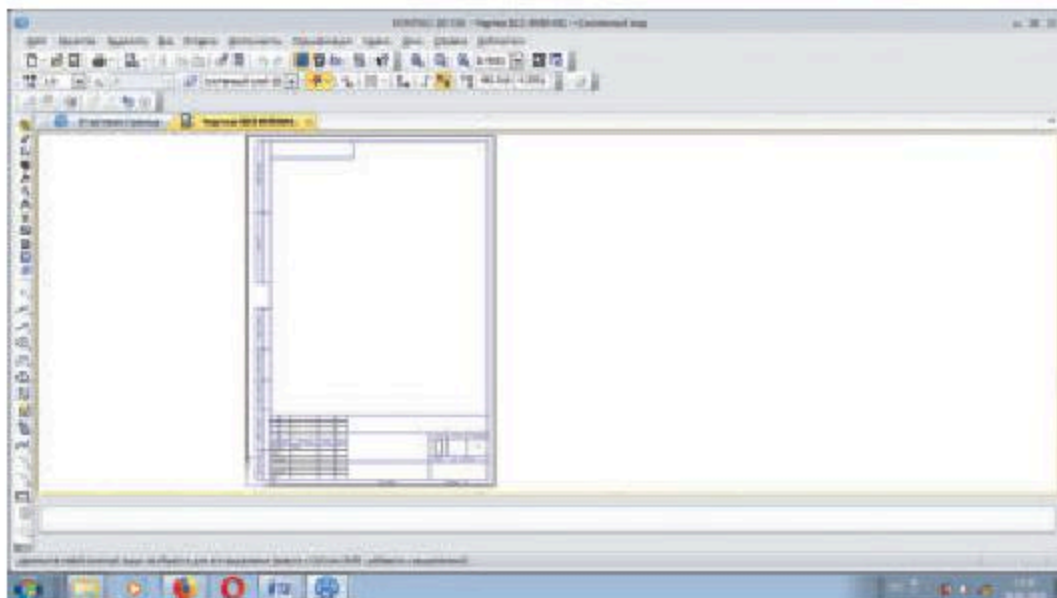

Рис. 15.2
1. На панели меню **Создать** создаем новый чертёж. Для этого выбираем вид документа **Чертёж** и для подтверждения выбора нажимаем **Enter**. На экране появится лист чертежа с рамкой (рис. 15.2).